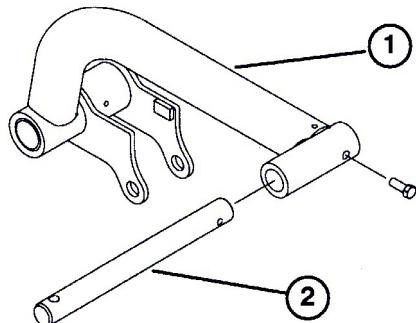

図9
2. 左右の昇降アームにそれぞれピボット・ロッドを差し込み、取り付け穴を整列させる(図9)。